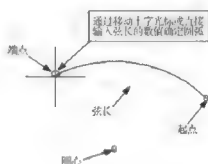

图 3-35
- (10) 圆心、起点、长度(L): 主要通过确定圆弧的圆心、起点和长度绘制圆弧, 如图 3-35 所示。